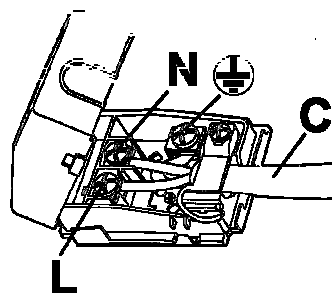

FIG. 8
- Caso com este aparelho não seja fornecido com cabo de alimentação elétrica, ligue à placa de terminais um cabo de espessura adequada (veja a tabela do parágrafo 6) com um cabo da ligação à terra mais comprido do que os cabos condutores, da maneira apresentada no diagrama da fig. 8.
- no cabo de alimentação "C", caso não seja fornecida uma ficha, ligue uma ficha standard adequada para a carga indicada na placa de informações. Ligue os cabos da maneira apresentada no diagrama da fig. 8, preste atenção para obedecer as seguintes indicações: